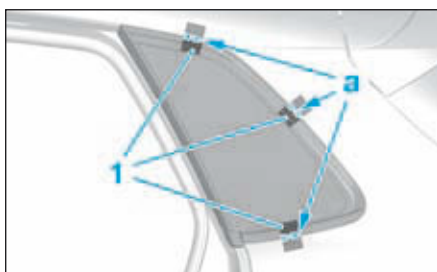

FIG.10
- Positionner des rubans adhésifs (1) et les couper en (a) en cas de récupération de la vitre de custode (Fig.10).
- Reposer la vitre (2) à l'aide des doubles ventouses articulées [5] et l'aligner aux rubans adhésifs (1).
- Appuyer légèrement sur la périphérie de la vitre de custode (2).
- Effectuer un montage à blanc de la vitre de custode (2).
- Positionner des rubans adhésifs (1) et les couper en (a) (Fig.10).
- Déposer la vitre de custode (2).
- Appliquer un cordon d'adhésif joint (e) sur le pourtour de la vitre de custode (2).